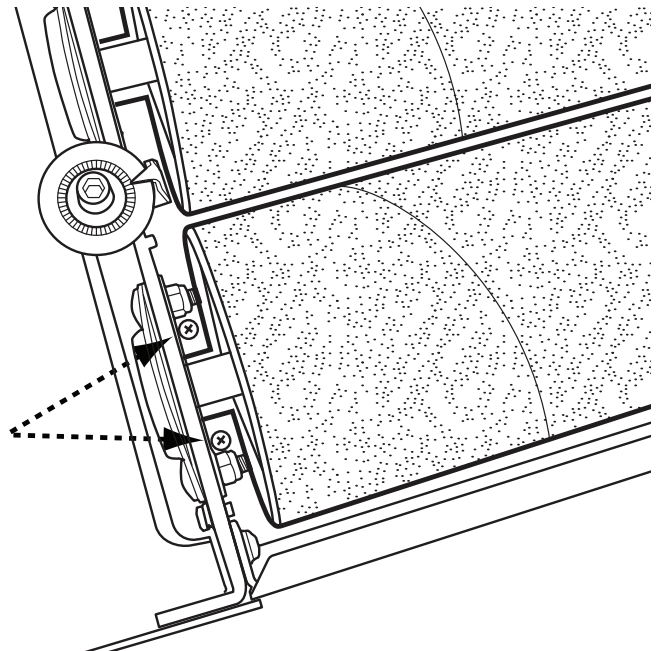

FIG.12
2. Ubique los tornillos de ajuste de presión de los rodillos como se indica en la Fig. 12.